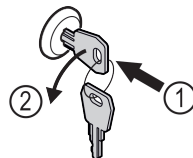

Fig. 160
- Inserire la chiave. Fig. 160 (1)
- Ruotare la chiave di 90° in senso antiorario. Fig. 160 (2)